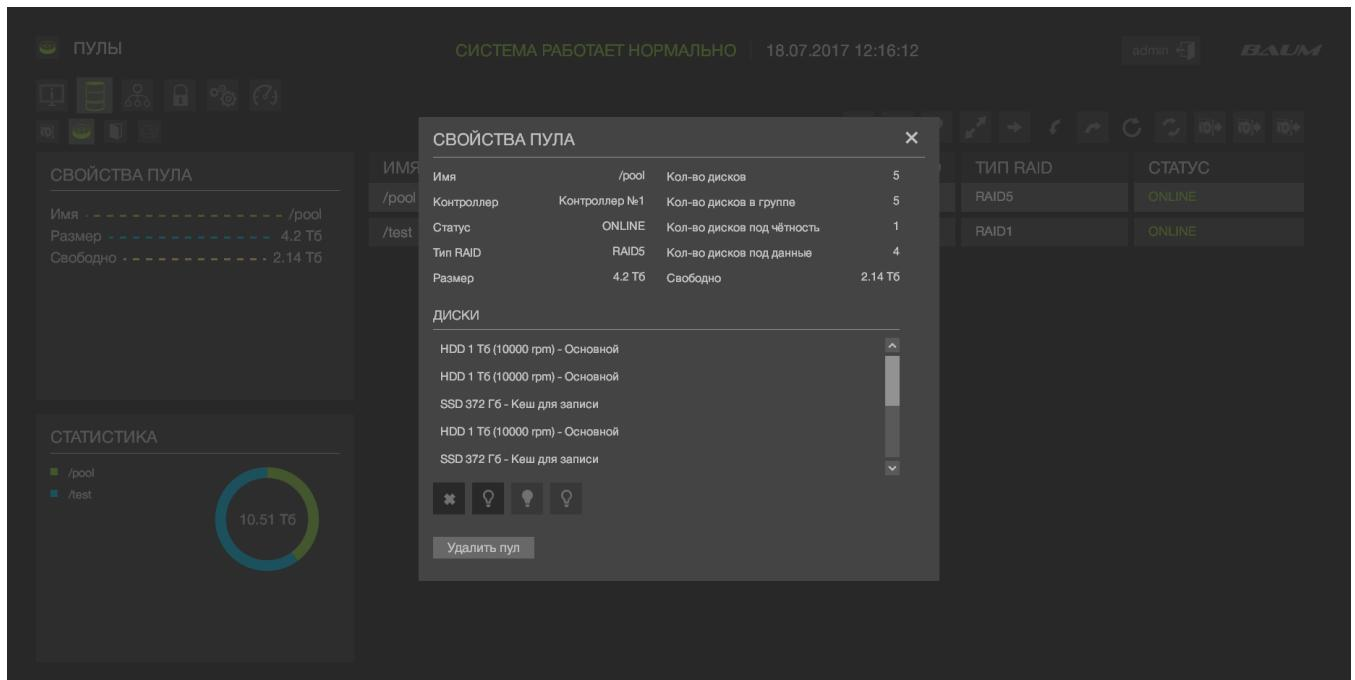

Рисунок 30 – Удаление пула
- 4) Нажать на кнопку «Удалить пул» (см. Рисунок 30).